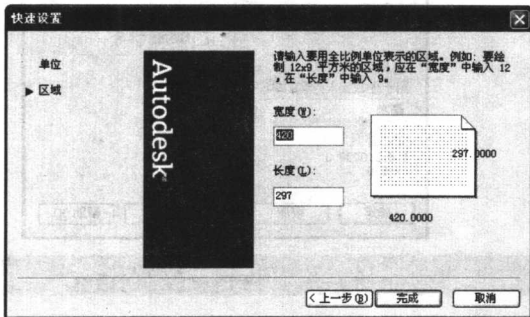

图 1-7 设置绘图区域
(2) 指定绘图区域。在编辑框“宽度”和“长度”中分别键入绘图区域的宽度和高度值。默认值分别是 420 和 297, 即工程制图国标中的 A3 图纸幅面(如图 1-7 所示)。单击“完成”按钮关闭该窗口, 结束绘图参数设置。